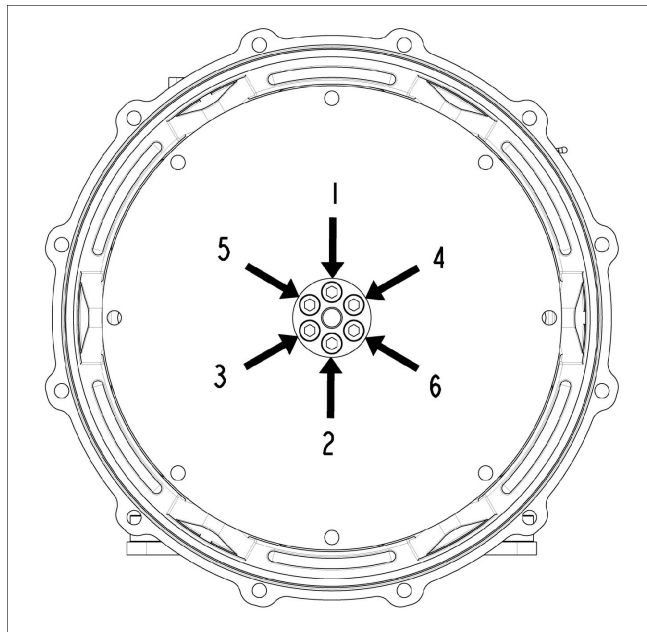

ABBILDUNG 22. REIHENFOLGE DER BEFESTIGUNG AN NABE
4. Gegebenenfalls die Schrauben der Kupplungsscheibe in der Reihenfolge anziehen. Siehe dazu Abbildung 22 auf Seite 42. Angaben zum Anzugsmoment siehe Kapitel 9 auf Seite 69.